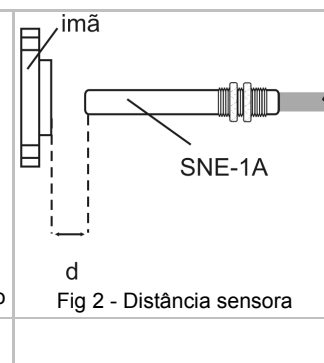

Fig 2 - Distância sensora
- Os sensores são acionados por elementos magnéticos colocados próximos à sua face sensora. A posição de montagem está indicada na fig.2. Deve ser providenciada uma base adequada para a montagem do sensor. Use as porcas para fixar o sensor na sua base. A porca e contra porca do corpo do sensor permitem fazer o ajuste fino do ponto de operação.